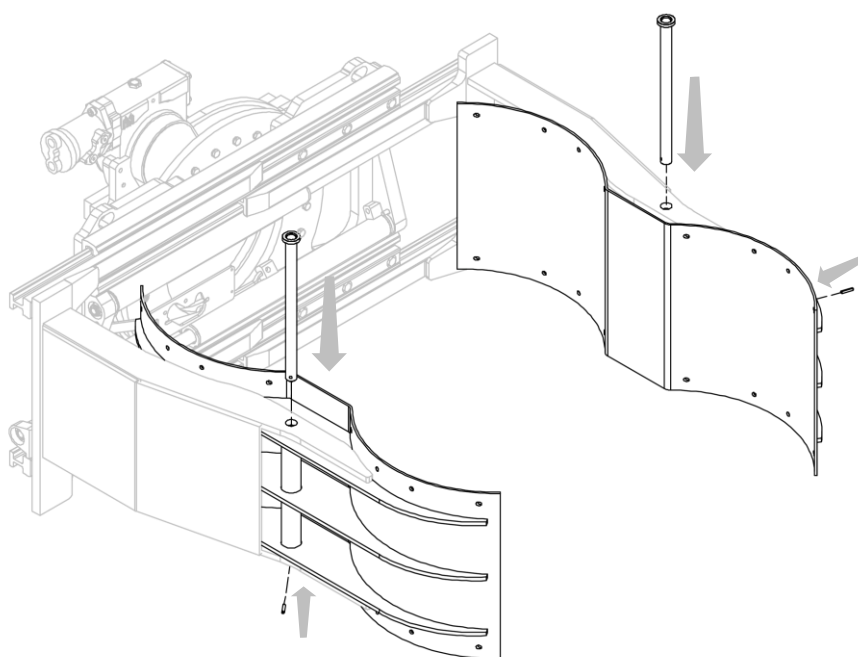
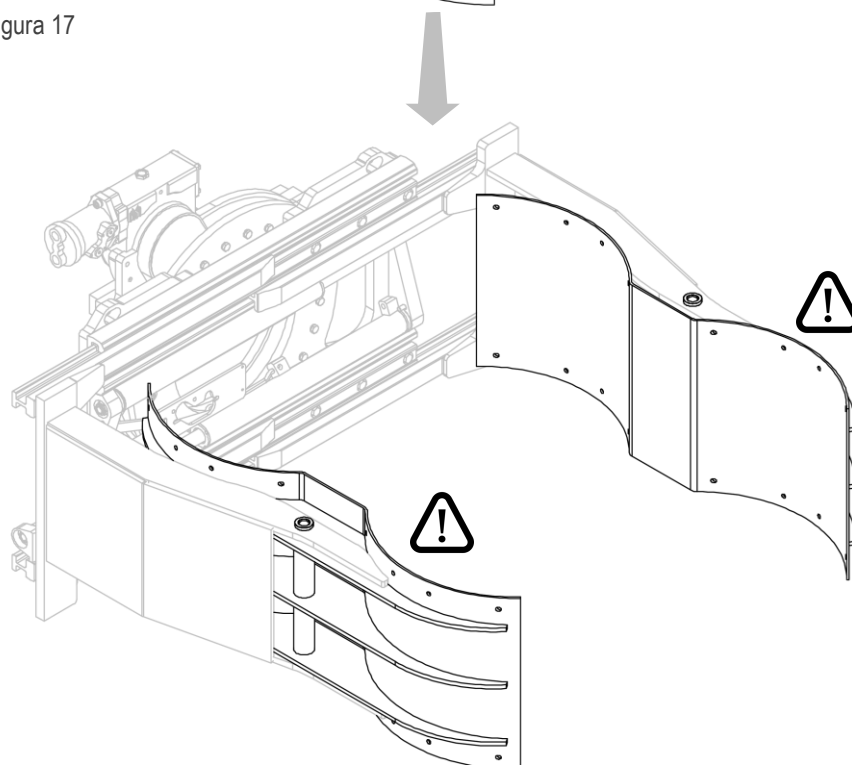

Figura 17
Figura 18
3. Colocar los brazos utilizando los pasadores especiales y los pasadores de bloqueo elásticos (mira *Figura 17* y *Figura 18*).